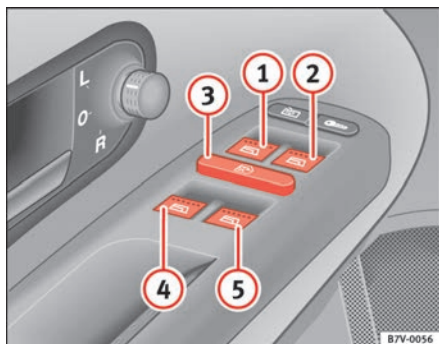

Abb. 64 Ausschnitt aus der Fahrertür: Fensterhebertasten vorne und hinten
- Drücken Sie die Taste ⇒ Abb. 64 ①, ②, ④ oder ⑤, um das jeweilige Fenster zu öffnen.
Mit dem Sicherheitsschalter ⇒ Abb. 64 ③ in der Fahrertür können die Fensterheber-Tasten in den hinteren Türen außer Funktion gesetzt werden.
Abb. 64 ① und ② haben zwei Stufen zum Öffnen und zwei zum Schließen der vorderen Fenster. Dadurch ist es einfacher, die Öffnungs- und Schließvorgänge zu kontrollieren.